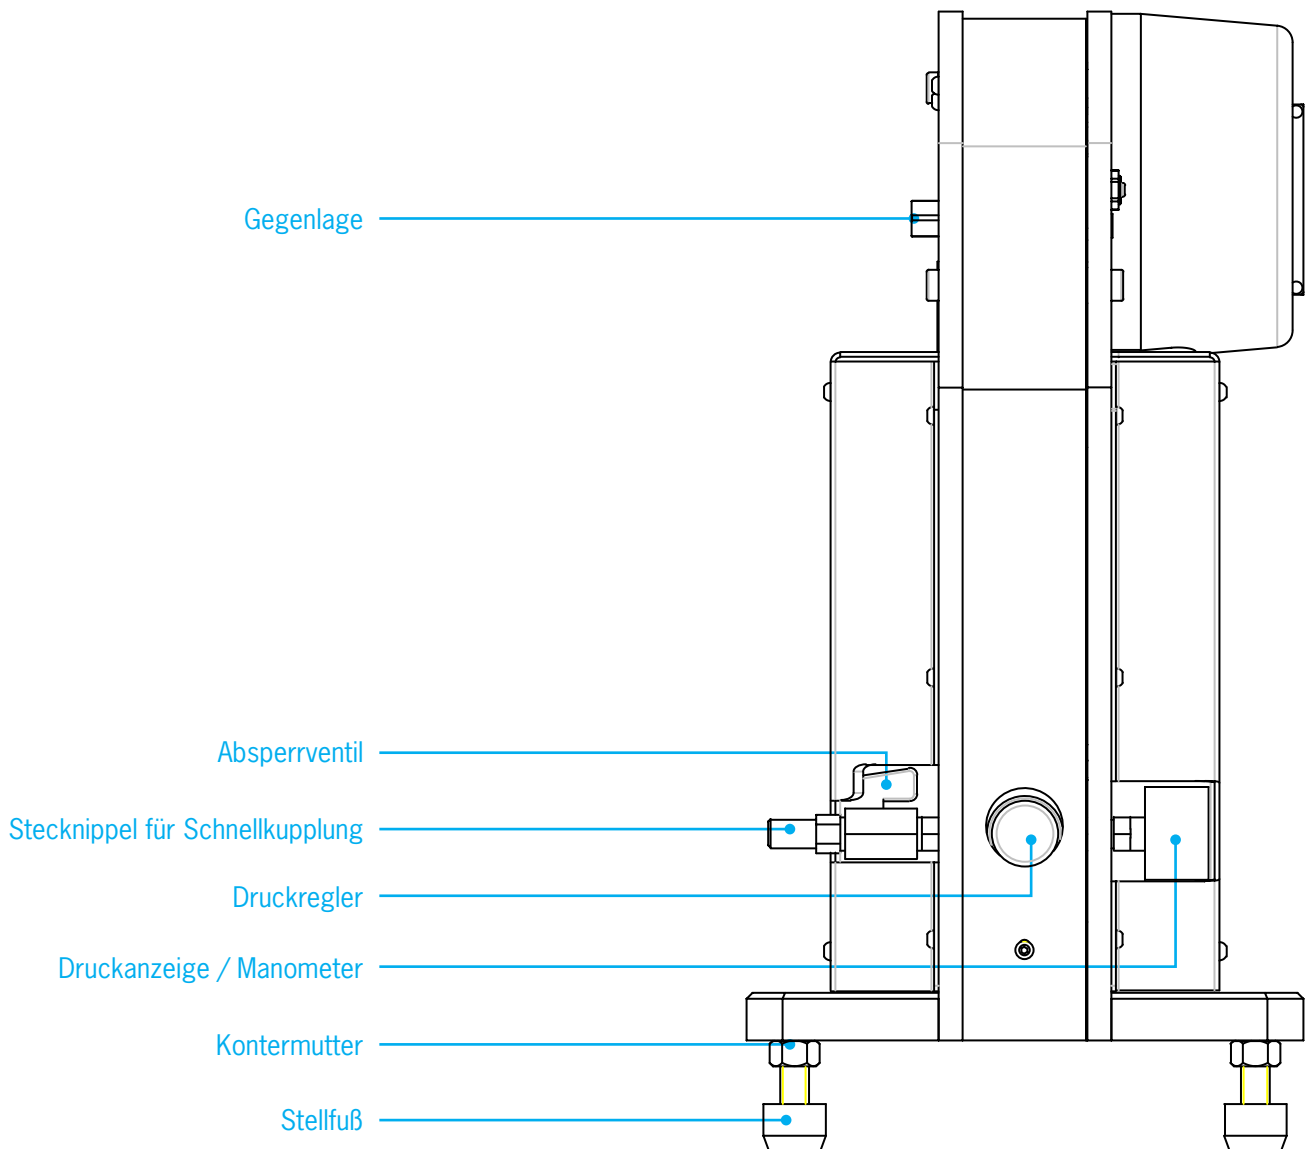

Abb. 2
- Maschine befindet sich im Auslieferungszustand, Absperrventil ggf. öffnen (**Abb. 2**) (bei geöffnetem Absperrventil steht der Absperrventil-Handgriff waagrecht)
- Absperrventil schließen, Druckluftversorgung trennen, Absperrventil (Abb. 2) öffnen (bei geöffnetem Absperrventil steht der Absperrventil-Handgriff waagrecht).
- Stößel über die Gegenlage (Abb.2) mit einem Maulschlüssel SW 12 in Pfeilrichtung nach unten bewegen, bis die Bohrungen des oberen Adapters mit der Verbindungsstange übereinstimmen.